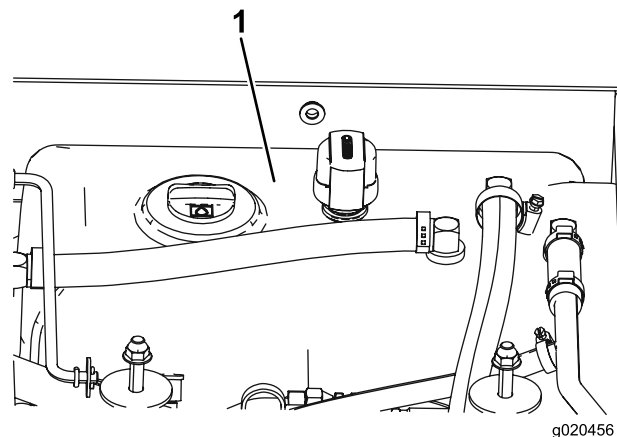

Figure 72
4. Remplissez le réservoir (Figure 72) de liquide hydraulique ; voir Contrôle du niveau de liquide hydraulique (page 54).